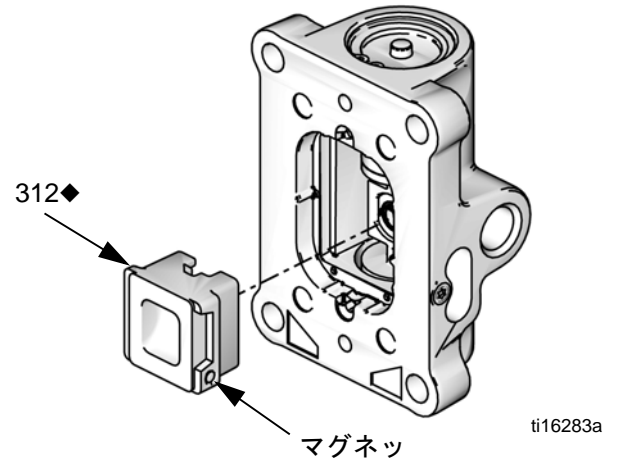

図 15. エアバルブカップの取り付け
7. スプリング (311) を取り付けます。◆エアバルブカップ (312) に潤滑油を塗布し、取り付けます。◆図 15 を参照してください。小型の円形マグネットをエアインレットに揃えます。